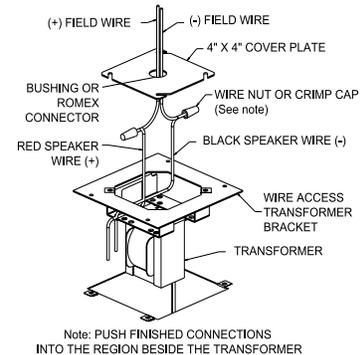

Fig. 4: Alternate Wiring (conduit)
2). Alternate Wiring Method — in/out conduit (Fig. 4):